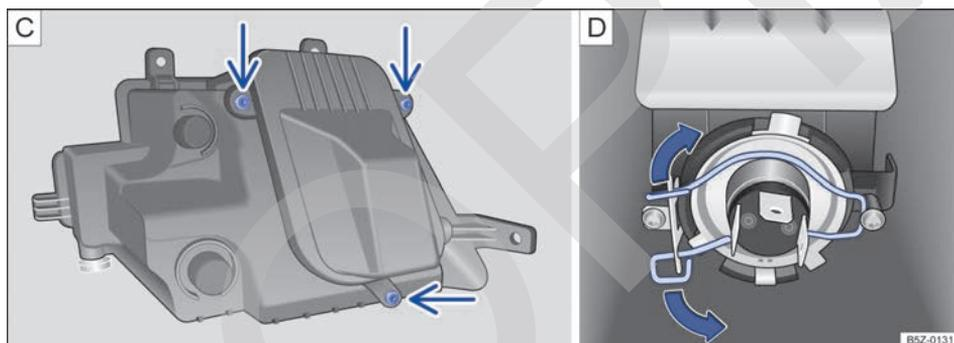

Fig. 151 En el paragolpes delantero:  retirar los tornillos de la cubierta de la bombilla y  bombilla del farol de neblina.
6. Retirar los tornillos indicados por las flechas → fig. 151 , para acceder a la bombilla del farol de neblina.
8. Comprimir el resorte de bloqueo en el sentido de la flecha → fig. 151 y moverlo para desbloquear la bombilla.